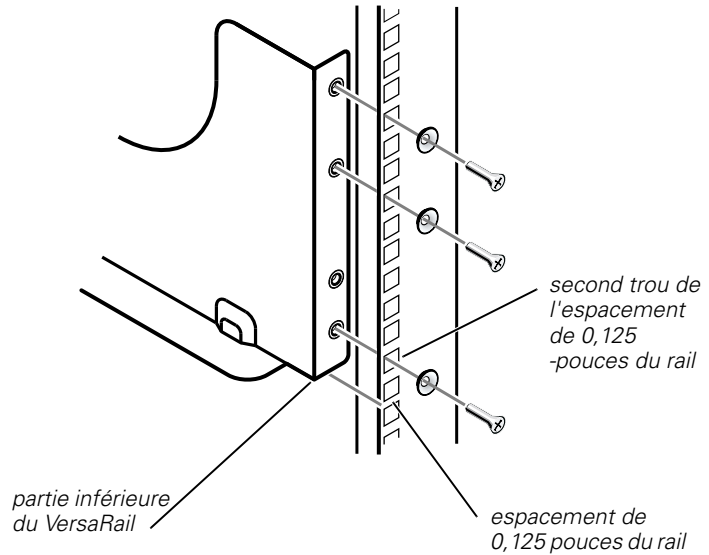

Figure 2-2. Alignement du VersaRail
2. Faites correspondre le VersaRail avec le rail vertical avant (voir la Figure 2-2).
3. Positionnez la bride de fixation du VersaRail contre la face interne du rail vertical avant du rack, afin que la partie inférieure du VersaRail soit alignée sur l'espacement de 0,125-pouces sur le rail vertical avant (voir la Figure 2-2).
REMARQUE : Vérifiez que vous utilisez bien les trous de montage, comme le montre la Figure 2-2 pour assujettir l'avant des VersaRails sur le rack. Le second trou de montage dans la partie inférieure du VersaRail permet de fixer votre système au rack.